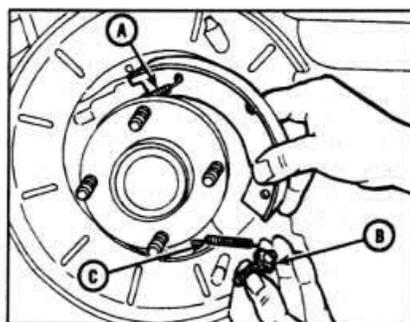

Рис. 9.54. Снятие регулятора тормозных колодок.
- Разведите нижние концы колодок от рычага привода ручного тормоза. Снимите регулятор и нижнюю стягивающую пружину с колодок (см. рис. 9.54).